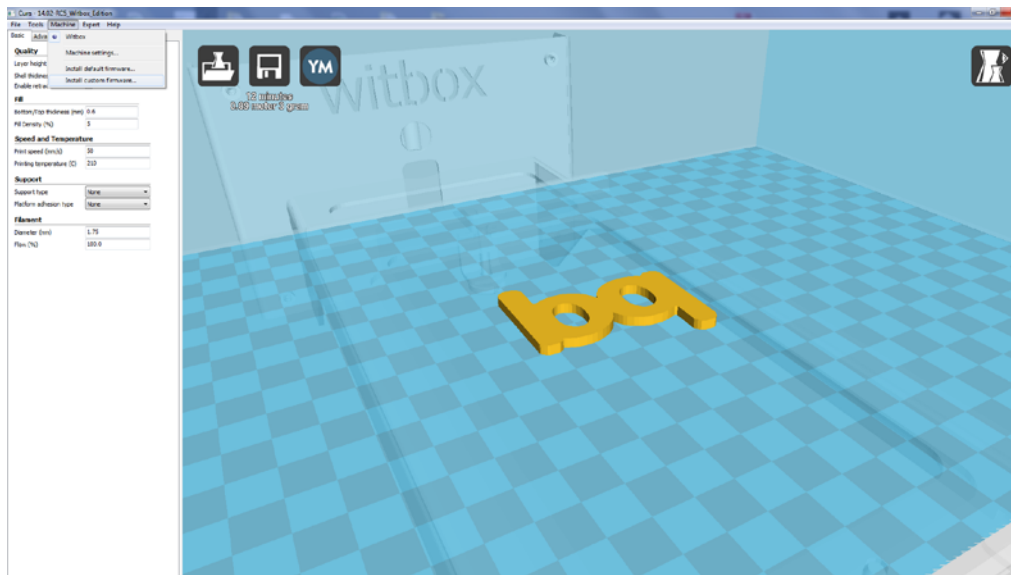

Figure 4.15 Sélectionnez Install custom firmware
- 4 Sur le menu principal de Cura, appuyez sur **Machine > Install custom firmware** (fig. 4.15).